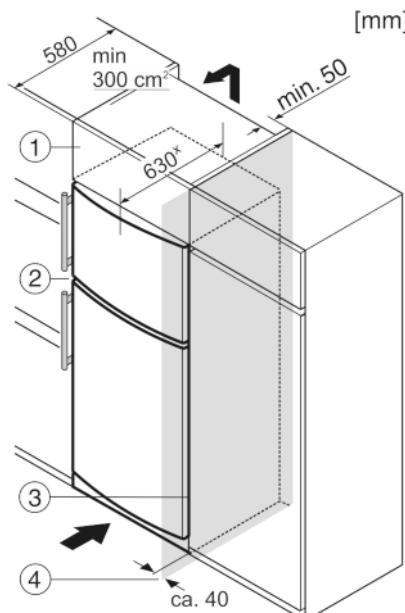

Fig. 9
Устройство может быть окружено кухонными шкафами. Чтобы уравнять устройство Fig. 9 (2) по высоте с кухонной стенкой, можно установить над устройством дополнительный шкафчик Fig. 9 (1).
При комбинировании с кухонными шкафами (глубина макс. 580 мм) устройство можно установить непосредственно рядом с кухонным шкафом Fig. 9 (3). Устройство выступает сбоку на 34 ммx и по центру на 50 ммx относительно передней стенки кухонного шкафа.
Если устройство установлено на шарнирах у стены Fig. 9 (4), то расстояние между устройством и стеной должно быть не менее 40 мм. Настолько выступает ручка при открытой дверце.